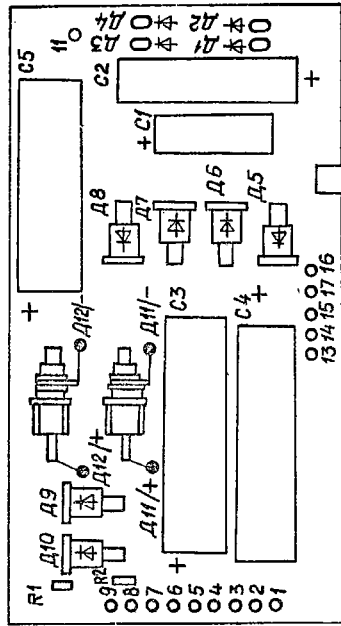

Рис.1
- Рис.1. Блок питания (У1). Плата П1.